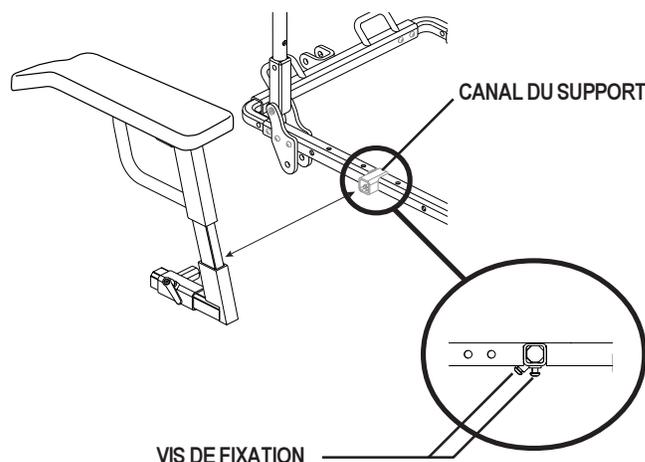

Figure 12. Réglage la largeur des accoudoirs
1. Desserrez les vis de fixation situées en bas du canal du support de l'accoudoir. Voir la figure 12.